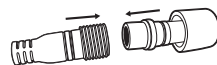

Abbildung 8
- Connect the 3- pins connector of the burner to the control box as shown in Figure 8. Ensure that the plastic cover is attached tightly.
- Verbinden Sie den 3-poligen Anschluss des Brenners mit der Steuerungseinheit, wie in Abbildung 8 gezeigt. Stellen Sie sicher, dass die Kunststoffabdeckung fest fixiert ist.